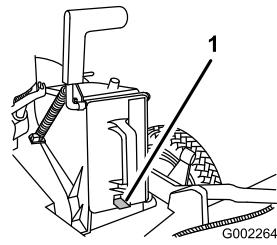

Figure 6
- Poussez l'obturateur au maximum jusqu'à ce que le loquet à ressort situé au bas s'enclenche en position, et fixe fermement l'obturateur dans le conduit de l'éjecteur (Figure 6).